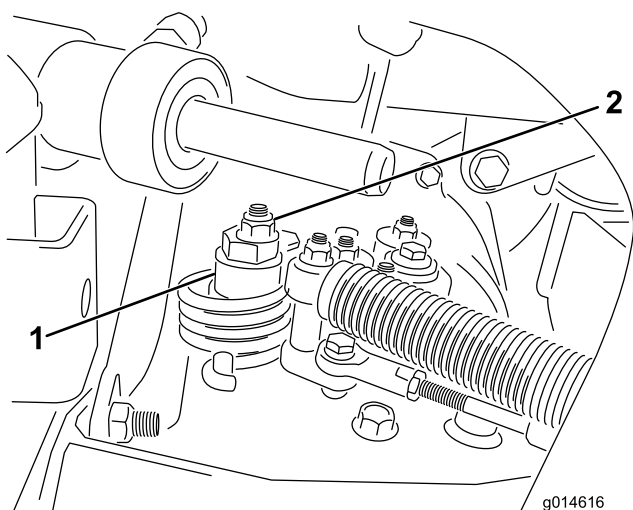

Figure 53
- A. Desserrez l'écrou de fixation de l'excentrique en haut de l'hydrostat (Figure 53).
- C. Tournez l'excentrique jusqu'à ce que la roue ne tourne plus dans aucune direction. Lorsque la roue arrête de tourner, serrez l'écrou pour bloquer l'excentrique et le réglage (Figure 53). Vérifiez le réglage avec la commande d'accélérateur en position bas régime, puis haut régime.